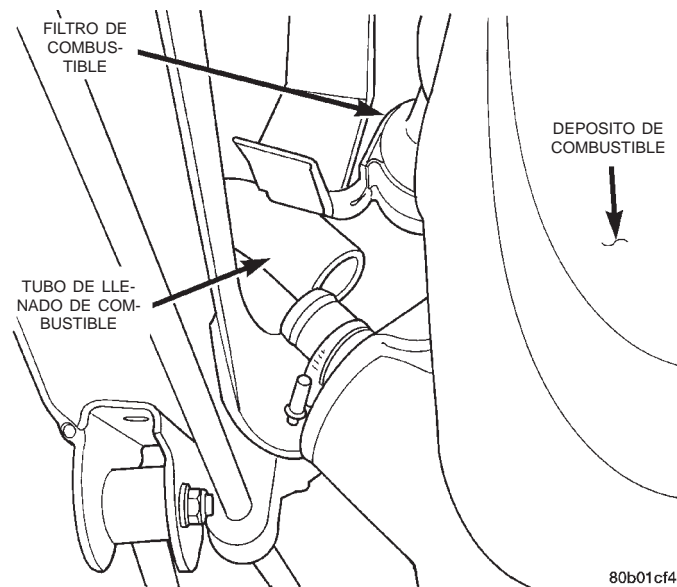

Fig. 12 Tubo de llenado de combustible
- (5) Afloje y retire el tubo de llenado de combustible del depósito de combustible (Fig. 12).